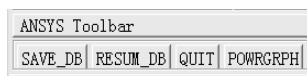

图 1-38 工具条
(18) 单击操作界面左上角工具条中的“SAVE_DB”按钮 (见图 1-38), 保存文件。